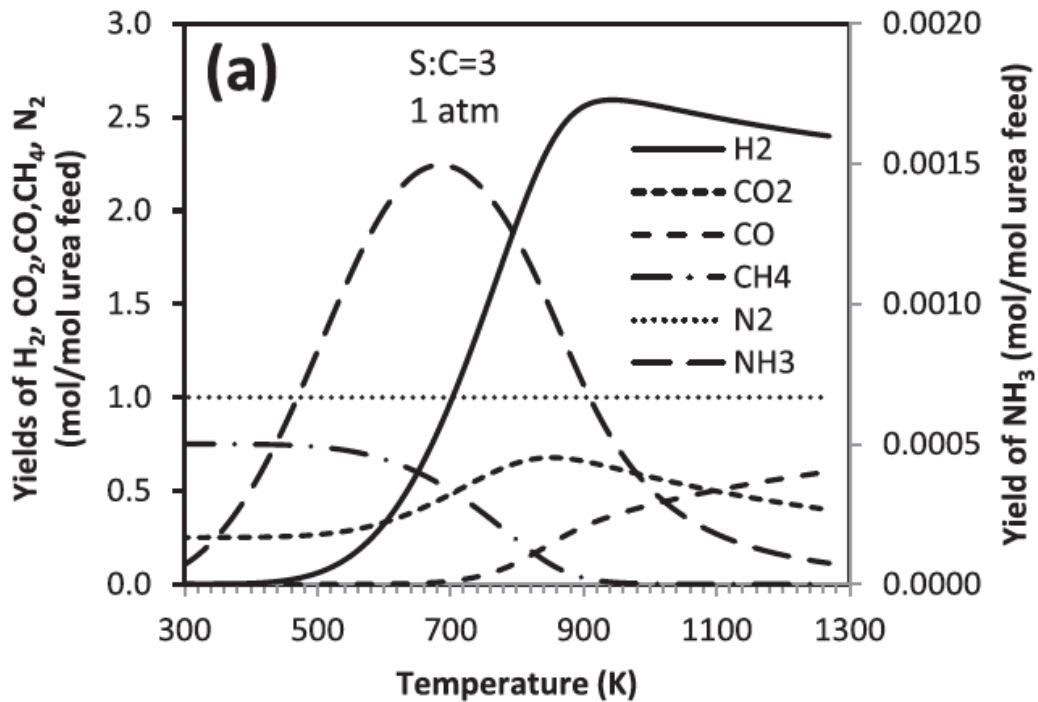

Fig. 1:
- 30- Expliquer l'allure de la courbe de rendement en dihydrogène en fonction de la température de la figure 1.